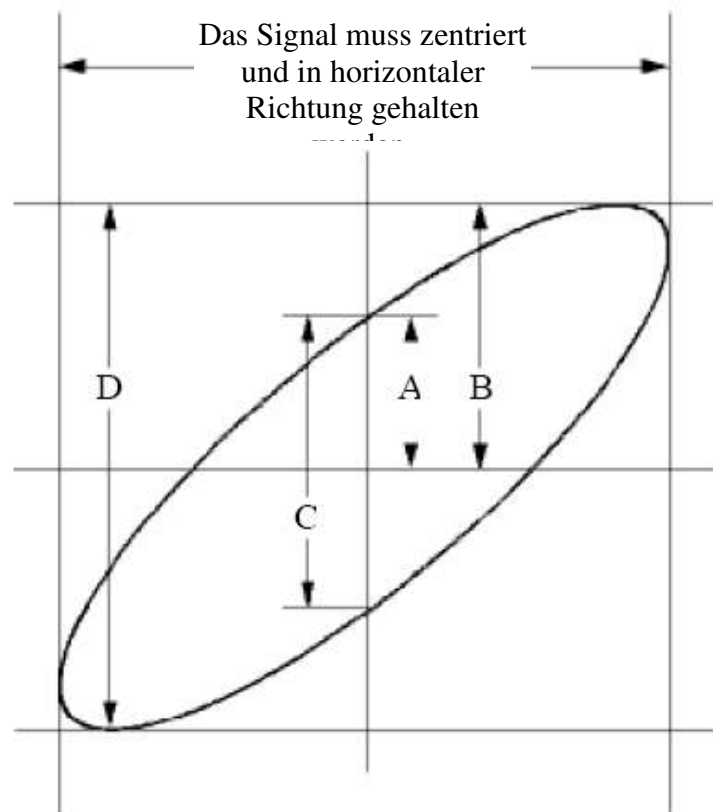

Abbildung 6-6 Lissajous-Diagramm
- (1) Stellen Sie den Dämpfungskoeffizienten des Sondenmenüs auf **10X** und den des Schalters in der Sonde auf 10X ein (siehe „So stellen Sie den Vordämpfungskoeffizienten ein“ auf Seite 11). Verbinden Sie die Sonde von Kanal 1 mit dem Eingang des Netzwerks und die von Kanal 2 mit dem Ausgang des Netzwerks.
- (2) Drücken Sie die Taste **Autoset**, wobei das Oszilloskop die Signale der beiden Kanäle einschaltet und sie auf dem Bildschirm anzeigt.
- (3) Drehen Sie den Regler für die **vertikale Skala**, so dass die Amplituden zweier Signale im Groben gleich sind.
- (4) Drücken Sie die Taste **Acquire**, um das rechte Menü anzuzeigen.
- (5) Wählen Sie im rechten Menü den **XY-Modus** als **EIN**. Das Oszilloskop zeigt die Eingangs- und Anschlusseigenschaften des Netzwerks in Form eines Lissajous-Diagramms an.
- (6) Drehen Sie die Regler **Vertikale Skala** und **Vertikale Position**, um die Wellenform zu optimieren.
- (7) Mit der Methode des elliptischen Oszillogramms wird die Phasendifferenz beobachtet und berechnet (siehe *Abbildung 6-6*).